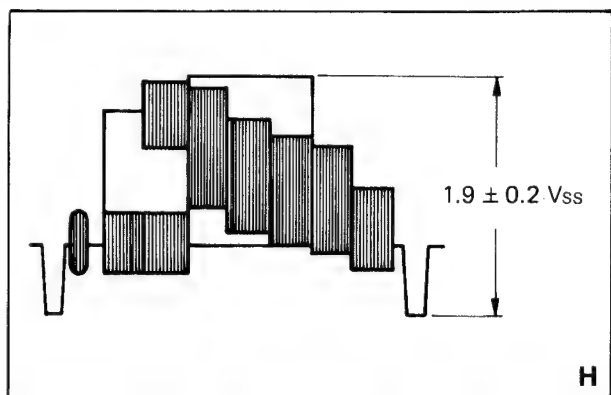

Bild 3-27
2. Tastkopf an TP 6, mit R 36  $1,9 V_{ss}$  einstellen (Bild 3-27).